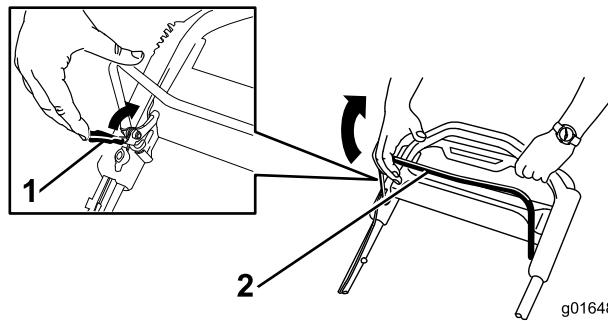

Рисунок 21
1. Потяните фиксатор штанги управления ножом в сторону штанги (Рисунок 21).
2. Медленно потяните штангу управления ножом обратно к рукоятке (Рисунок 21).